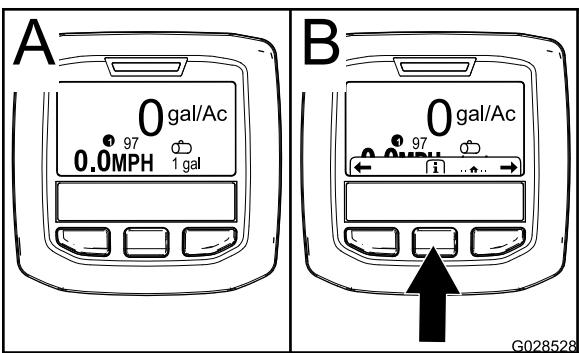

Figura 50
2. Dopo circa 15 secondi, comparirà la schermata iniziale: premete il pulsante di selezione centrale per visualizzare le informazioni contestuali (Figura 50).